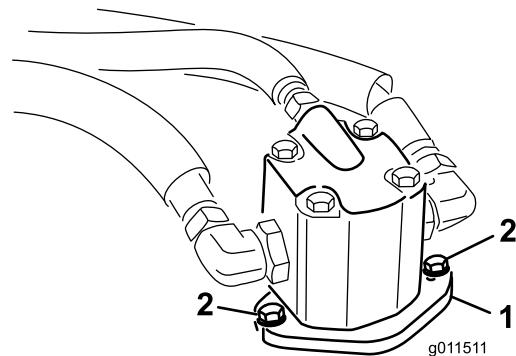

Figura 70
4. Rimuovete i bulloni che fissano il motore idraulico al piatto di taglio (Figura 70).